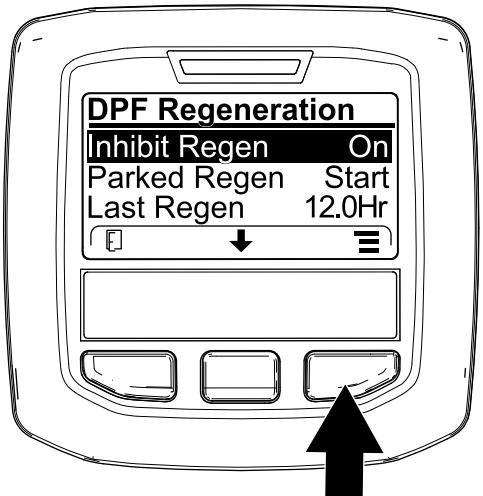
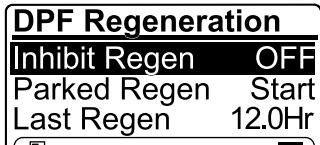

Figura 46
Figura 47
1. Aceda ao menu Regeneração do DPF, prima o botão central para ir até à opção INIBIR REGENERAÇÃO e prima o botão direito para selecionar a entrada Inibir regeneração (Figura 46).
2. Prima o botão direito para alterar a definição da Inibição da regeneração de Ligado para Desligado (Figura 46) ou de Desligado para Ligado (Figura 47).